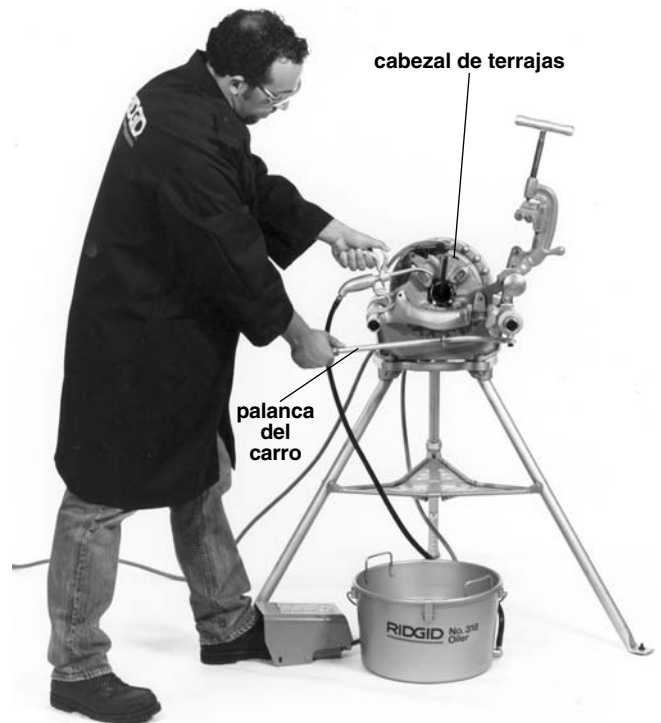

Figura 11 – Roscado de un tubo con un cabezal de terrajas de autoapertura o uno de apertura rápida
4. Adopte la postura correcta para trabajar (Figura 11).
1. Chequee que la escariadora y el cabezal de terrajas se encuentren hacia la parte trasera del carro (Figura 11).